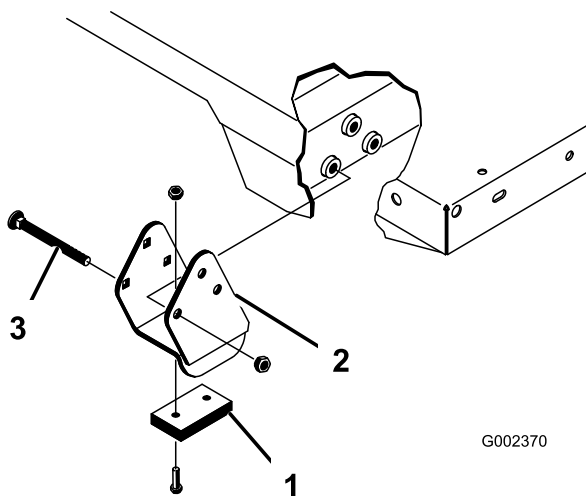

Bild 35
Hinweis: Stellen Sie sicher, dass die Distanzstücke und die Verschleißblöcke (Bild 35) so eingesetzt sind, dass die Köpfe der Schlossschrauben an der Innenseite der Maschine sind.
2. Setzen Sie die Ladepritsche vorsichtig auf den Maschinenrahmen. Fluchten Sie die hinteren Schwenkplattenlöcher der Pritsche mit den Löchern im hinteren Rahmenkanal aus und setzen Sie die zwei Lastösenbolzen und Klappstecker ein (Bild 35).
4. Setzen Sie den Lastösenbolzen von der Außenseite der Ladepritsche ein. Der Klappstecker sollte außen sein (Bild 35).